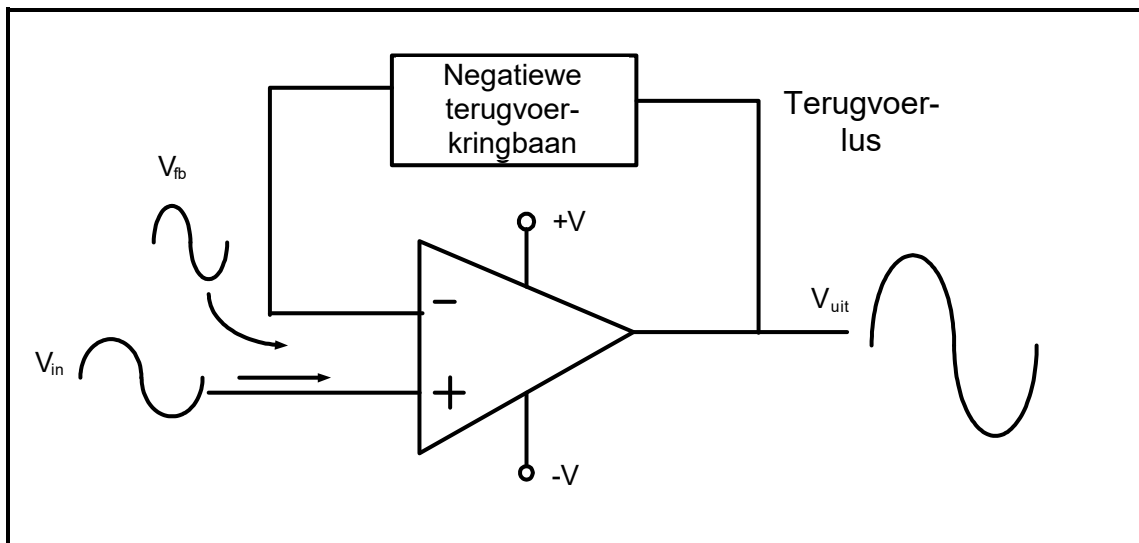

**FIGUUR 4.4: DARLINGTON-TRANSISTOR**
4.4 Verwys na FIGUUR 4.4 hieronder en beantwoord die vrae wat volg.
- 4.4.1 Noem EEN toepassing van die kring in FIGUUR 4.4 hierbo. (1)
- 4.4.3 Noem die doel van die 100 Ω-weerstand in FIGUUR 4.4 hierbo. (1)